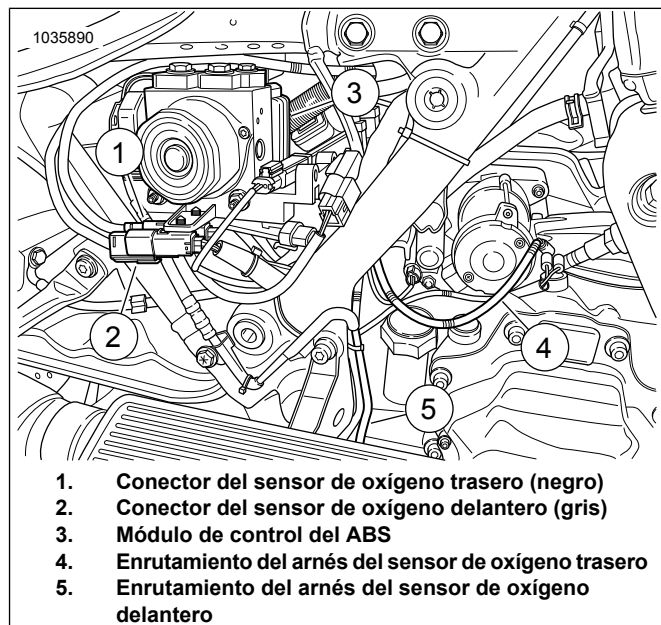

Figura 16. Ubicación del arnés del sensor del ATM
16. Ver Figura 16. **Sensor de oxígeno delantero (5, cable del arnés largo):**
- Desde el sensor trasero, enrute y asegure el arnés de oxígeno a lo largo de la parte superior de la transmisión (4). Instale las correas de cables según sea necesario.